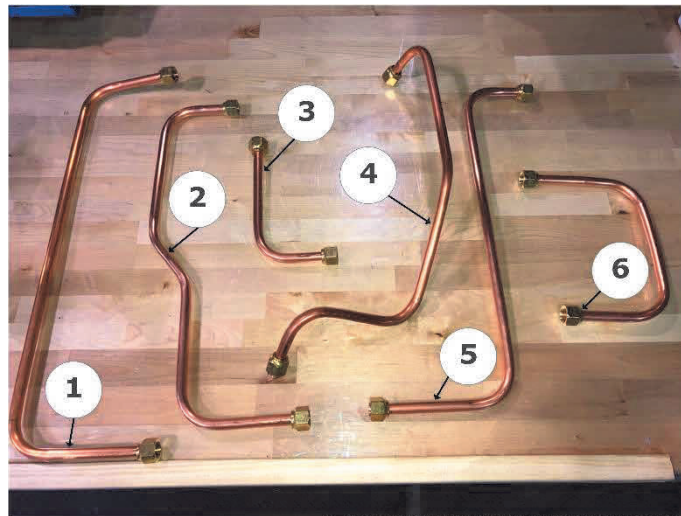

Figura 9-23: Tuberías 1 a 6 retiradas
6. Utilizando la tubería plástica, sople a través de los cinco tubos de cobre que se han retirado para eliminar cualquier posible desecho. **Vea la figura 9-23.**